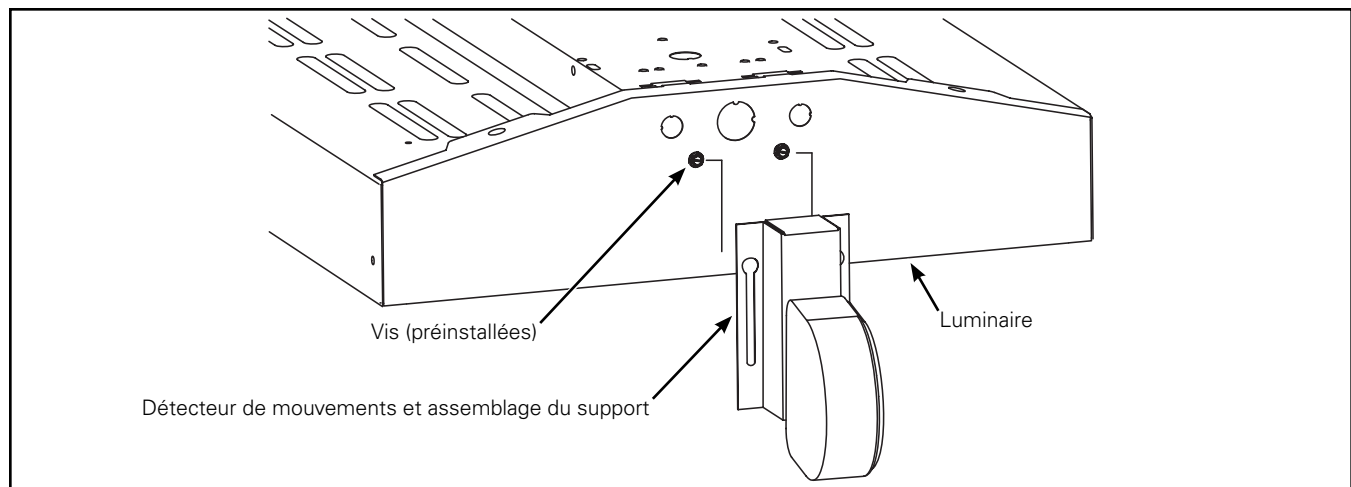

Figure 1.
1. Insérez le détecteur de mouvements et le support sur les vis préinstallées de l'embout du luminaire (Figure 1).